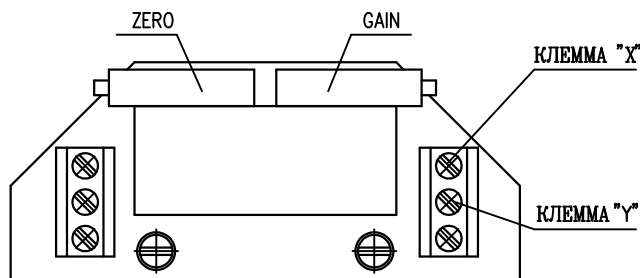

Рис. 7
4.4.2 EPV - 3-проводниковое включение (рис.7)
Установте датчик сопротивления на основании инструкций в предыдущей главе так, что величину сопротивления измеряйте на клеммах X-Y (рис.7). (употреблен датчик с сопротивлением 2000Ω или 100Ω)
Поворачиванием устанавливающего триммера ZERO (рис.7) установите величину выходного сигнала тока, измеряемого на клеммах 81-82, на величину 0 мА или 4 мА.
Поворачиванием устанавливающего триммера GAIN (рис.7) установите величину выходного сигнала тока, измеряемого на клеммах 81-82, на величину 20 мА или 5 мА.
- Установте датчик сопротивления на основании инструкций в предыдущей главе так, что величину сопротивления измеряйте на клеммах X-Y (рис.7).
- Поворачиванием устанавливающего триммера ZERO (рис.7) установите величину выходного сигнала тока, измеряемого на клеммах 81-82, на величину 4 мА.
- Поворачиванием устанавливающего триммера GAIN (рис.7) установите величину выходного сигнала тока, измеряемого на клеммах 81-82, на величину 20 мА.